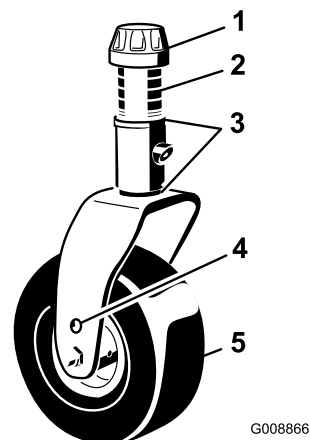

Figure 104
- Enlevez le chapeau de tension de l'axe de pivot et sortez l'axe du bras pivotant (Figure 104). Repositionnez les cales pour élever ou abaisser la roue pivotante, selon les besoins, et obtenir la bonne inclinaison.